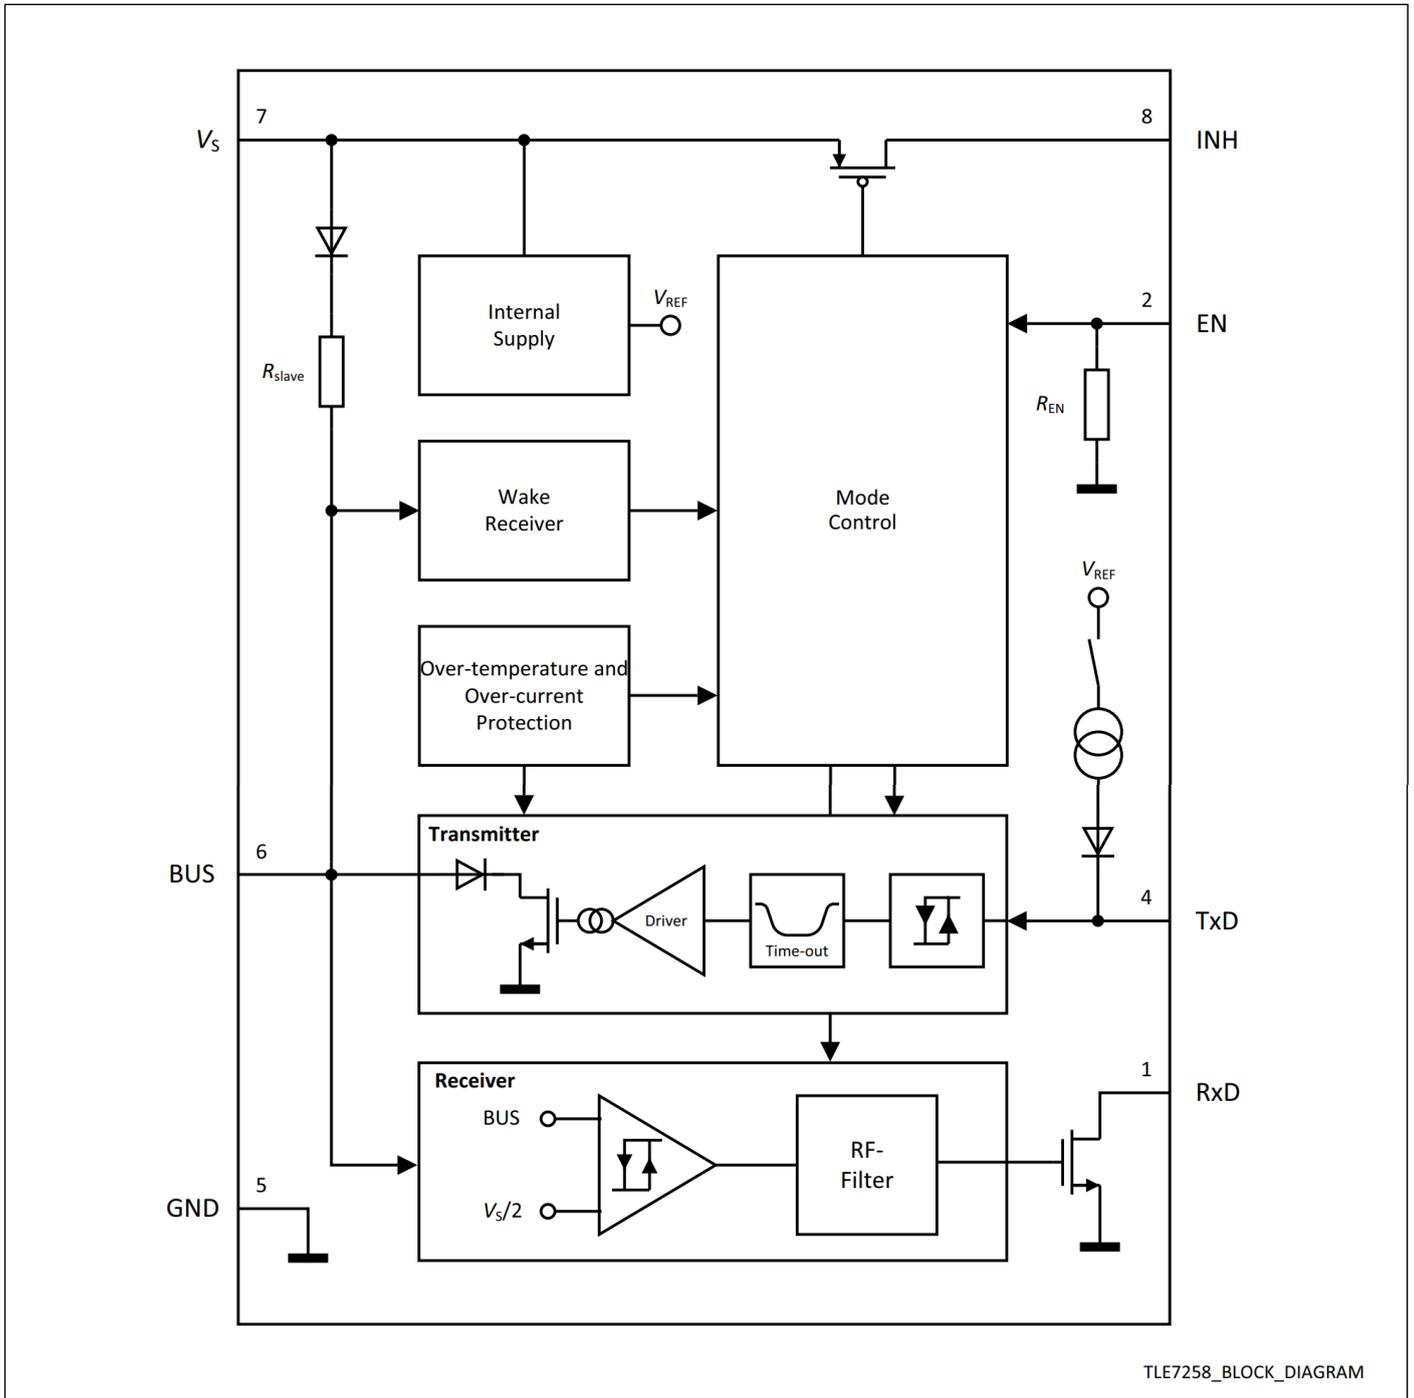

图 1 框图
- 1) 在睡眠模式下，TxD 输入被禁用，并且内部上拉电流源被关闭（见 图 1）。
- BUS 引脚通过内部终端电阻 R_{BUS} 接至 V_S （见 图 1）。
- 总线输出通过内部终端电阻 R_{BUS} 接至 V_S 参见（图 1）。